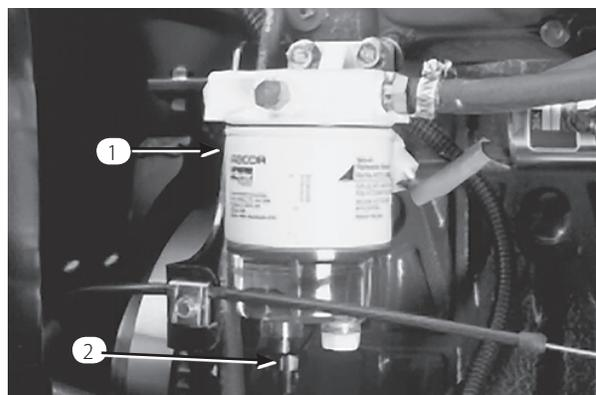

図 42
水抜きは毎日おこなってください (図42)。
2. フィルタ容器下部のドレン・プラグをゆるめて水や異物を流し出す (図42)。終了したらプラグを締める。